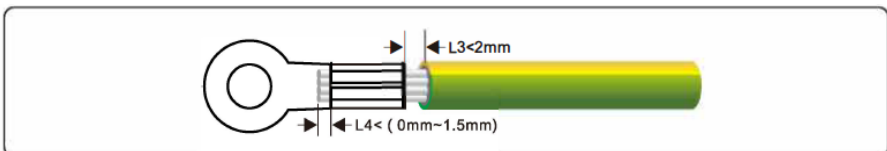

Figura 5.2 Engarce de un cable (unidad: mm)
Paso 2 Inserte los cables con los hilos a la vista en las zonas de prensado del terminal OT y engárcelos con unos alicates hidráulicos, tal como se muestra en la figura 5.2.